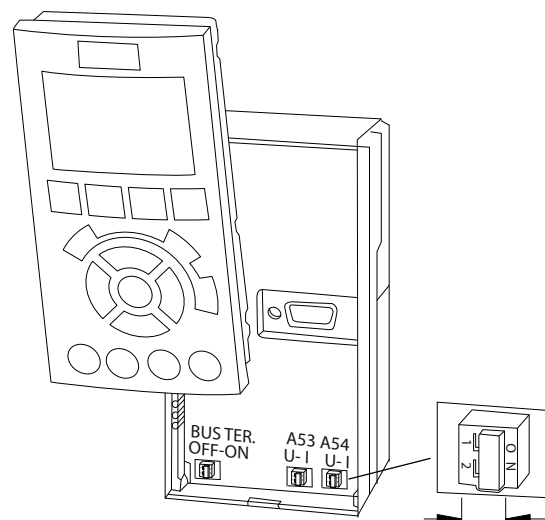

Рисунок 5.23 Расположение переключателей клемм 53 и 54
- Для выбора оконечного сопротивления шины предусмотрен переключатель на плате управления (BUS TER.). См. *Рисунок 5.23*.